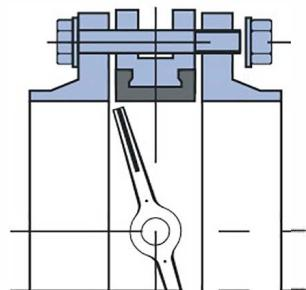

Рис. 4
5) Перед началом монтажа диск поворотного затвора не обязательно немного приоткрыть, но так, чтобы диск не выходил за корпус дискового поворотного затвора (рис. 4).